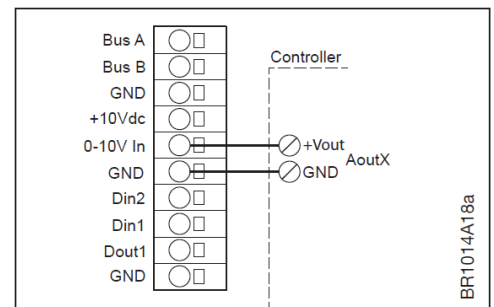

Abb. 3-17: Externe Sollwertvorgabe
- Anschluss externen Steuerungssignals gemäß Abb. 3-17